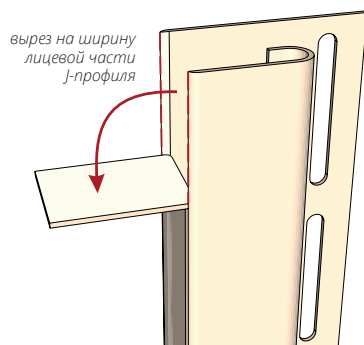
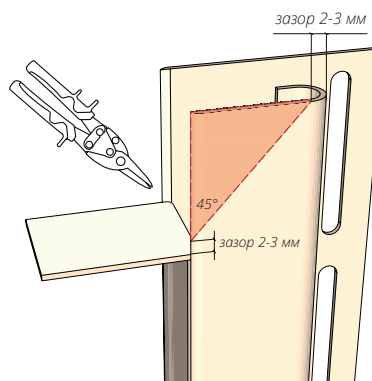

Рисунок 39
Рисунок 40
**Вариант 2.** Сделайте подрез Ж-профиля, который должен монтироваться верхним, согласно рис. 39. Если соединение лицевой части нужно сделать под 45°, подрежьте Ж-профиль согласно рис. 40.